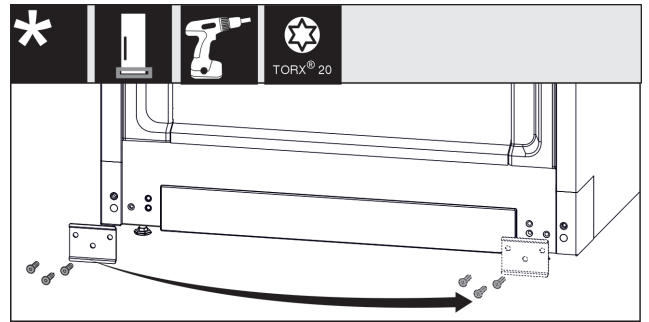

Fig. 13
- ▶ Blech abschrauben, auf die andere Seite umsetzen und wieder anschrauben. Fig. 13 (1)